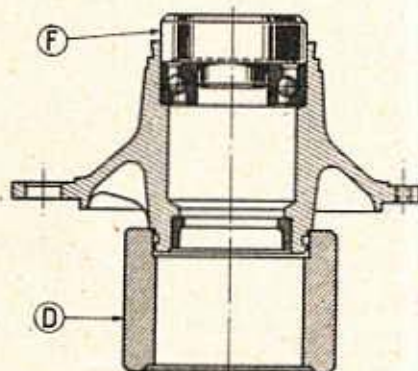

Fig. 120. — Montage du roulement intérieur du moyeu
- Retourner le tasseau et monter le roulement intérieur de moyeu complet au moyen de l'embout F (fig. 120).